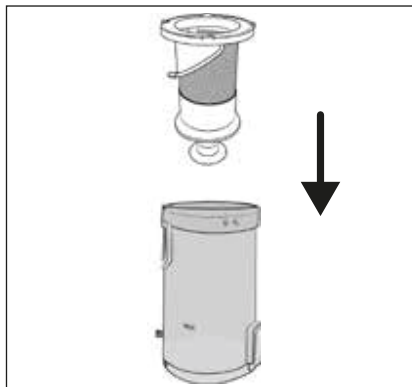

Fig. 21
- 6) Sæt filteret af rustfrit stål **5** ind i støvbeholderen **6**, og tryk det helt ned (se fig. 21). Vær opmærksom på, at låsene på filteret af rustfrit stål **5** har forskellige størrelser. Filteret af rustfrit stål **5** kan kun sættes ind i én position i støvholderen **6** på grund af disse låse.